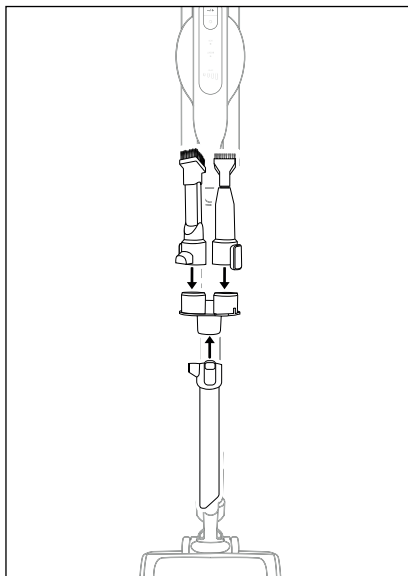

Fig. 20
- ◆ Fjern tilbehøret fra produktet, og sæt det på tilbehørsholderen **17** til opbevaring (se fig. 20).